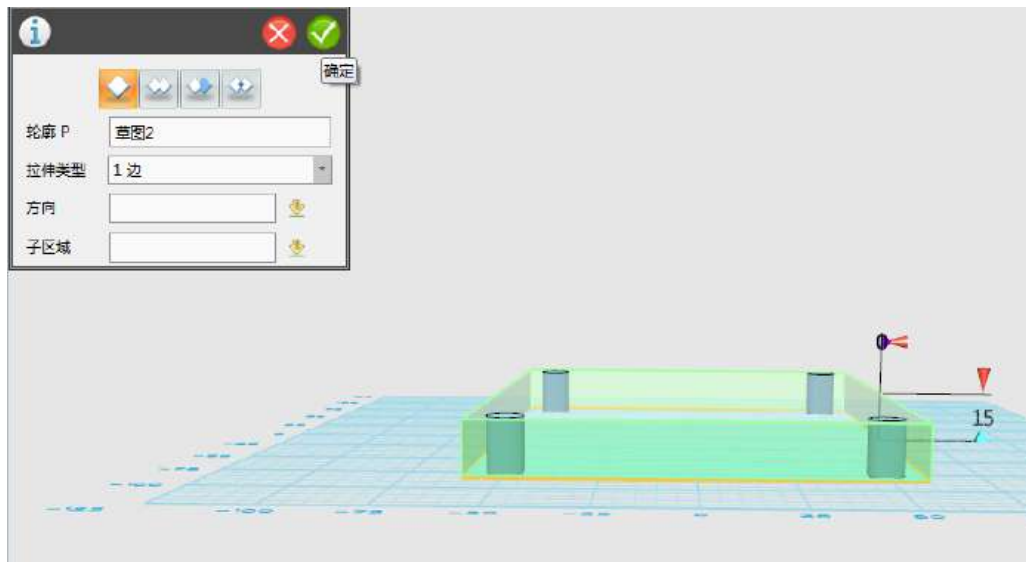

图 1-3
Step 3 其次绘制床板，选择先使用草图绘制工具  的  矩形命令绘制一个长方形，如下图 1-3 所示：
Step 3 利用特征造型  中的  命令制作出高为 15MM 的床板，如下图 1-3 所示：